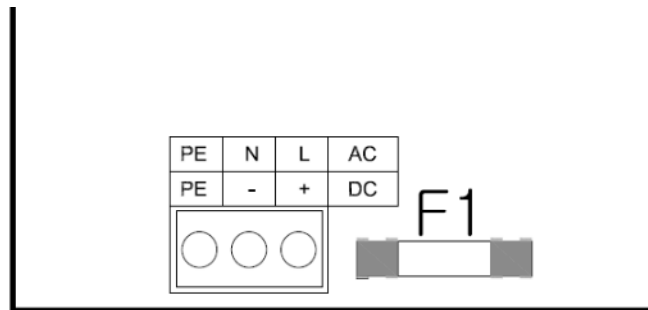

Abbildung 4 Anschluss der Stromnetz-kabel
2.3.5 Anschließen des Stromnetzes (siehe Abb. 4)
3. Verbinden Sie das Stromnetz-PE-Kabel (grün/gelb) mit dem AC-Eingangs-Stecker, PE-Anschluss. Dieser befindet sich auf der Leiterplatte, siehe Figure 4